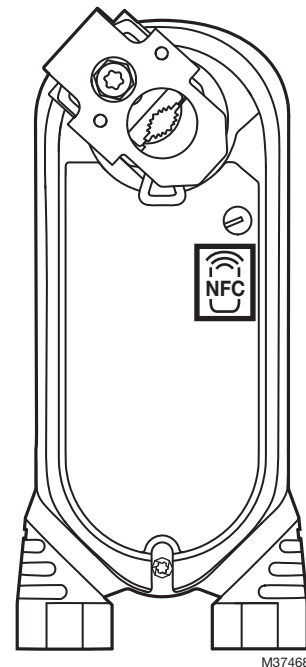

Abb. 18. Standortbereich für den NFC Access Point.
- Der Standortbereich für den NFC Access Point wird in Abb. 18 gezeigt.